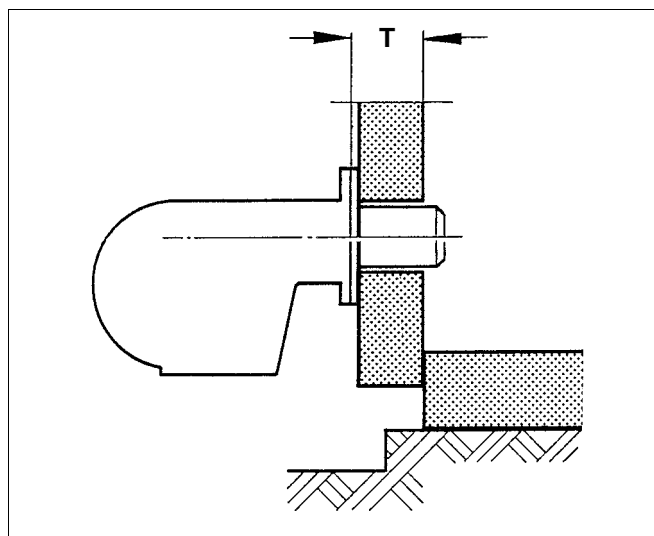

Рис. 22 Схематичное изображение дверцы горелки толщиной Т
- Учитывайте толщину двери Т (рис. 22; см. также таб. 4).